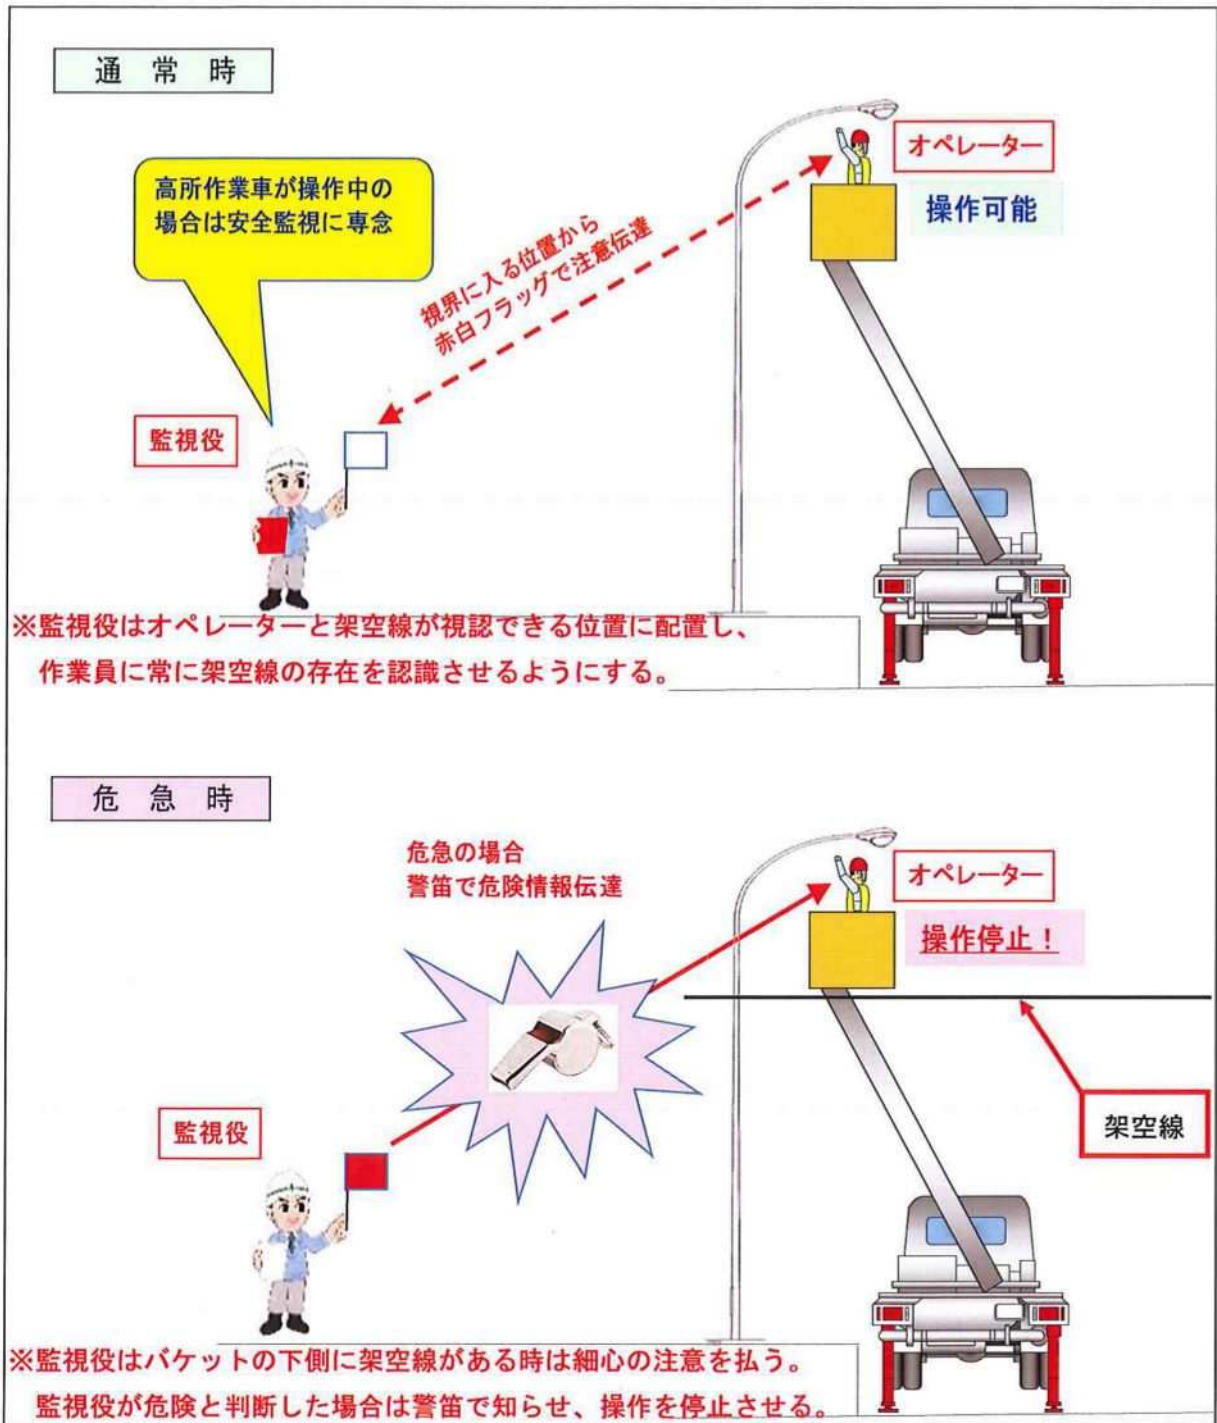

図 3-1 高所作業車操作時の安全監視イメージ
- ・上記安全監視においては、オペレーターは監視役の「白フラッグ」の合図を以って操作可能、「赤フラッグ」の合図で操作停止とする。（次葉 図 3-1）
- ・高所作業車の操作中に危急の事象が発生した場合、監視役は赤フラッグでの合図と同時に、警笛による操作提示をオペレーターに命ずる。（次葉 図 3-1）